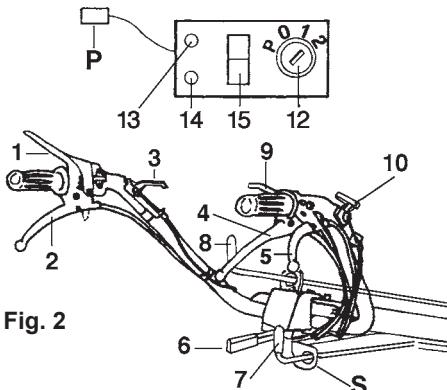

Fig. 2
COMMANDES (Fig. 2)
Pour sélectionner les vitesses utiliser le levier 8 (Fig. 2).
La prise de force indépendante est actionnée par le levier 7 (Fig.2).
Les motoculteurs sont équipés de série avec le différentiel et son blocage. Le blocage du différentiel s'obtient en actionnant le levier 3 (Fig.2) placé à droite de la colonne du guidon.
(Fig.2)
3) Retirer les mancherons 7 (Fig. 2) des sièges de support S.
4) Tirer le levier 10 (Fig. 2) et pivoter la colonne dans le sens contraire aux aiguilles d'une montre (de droite à gauche), comme indiqué sur la Fig. 7/B.
- Mettre la tige commande vitesses (8) au point mort et bloquer la prise de force (7) (Fig. 2).
- Relâcher le levier du MOTORSTOP (1). Le moteur est alors arrêté. Compléter les opérations comme indiqué dans le livret Utilisation et Entretien du moteur.
ARRET MOMENTANE DU MOTOCULTEUR (Fig.2)